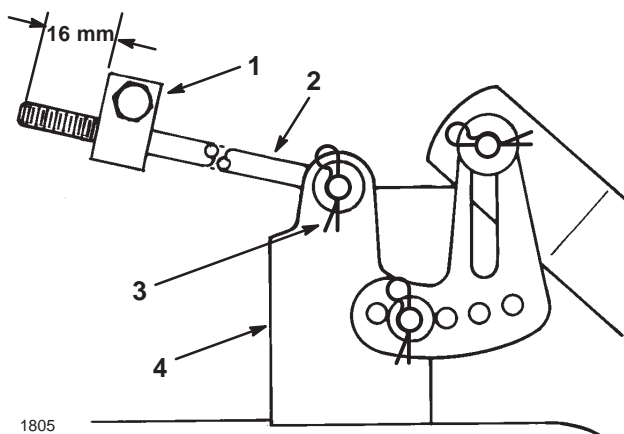

Figure 49
5. Mesurez la longueur de tige qui dépasse de l'avant du bloc de réglage sur les côtés du châssis (Fig. 49). Si la longueur n'est pas égale à 16 mm, enlevez la goupille fendue et la rondelle de l'extrémité de la tige (Fig. 49), puis vissez ou dévissez la tige jusqu'à obtention de la longueur requise. Introduisez alors l'extrémité de la tige dans le support du plateau et fixez-la à l'aide de la rondelle et de la goupille fendue. Répétez la procédure de l'autre côté de la tondeuse.